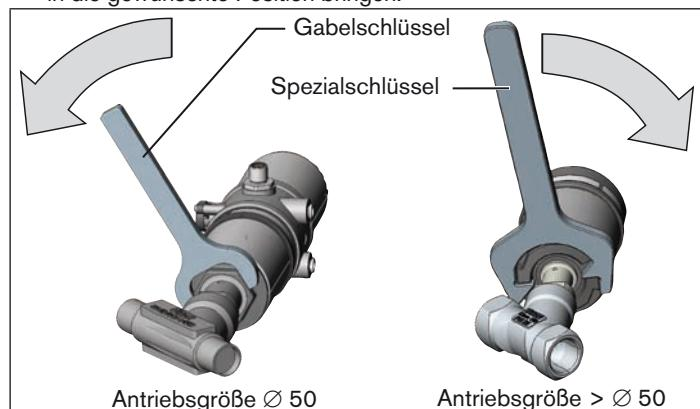

Bild 16: Drehen mit Gabelschlüssel / Spezialschlüssel
- Den Antrieb **nur im vorgegebenen Richtungssinn** drehen (siehe „Bild 16:“)